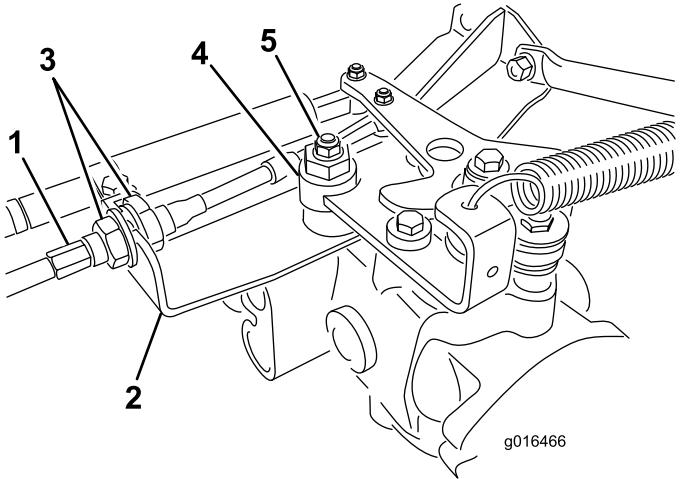

図 40
A. 走行ケーブルを油圧トランスミッションのバルクヘッドに取り付けているジャムナット図 40 を両方ともゆるめる。調整ができるよう、ジャムナットは十分に、また均等にゆるめること。
注 偏芯ナットをトランスミッション上部に止めているナット図 40 をゆるめる。
- 調整ができたら固定ナットを締める図 40。
- バルクヘッドのそれぞれの側から、ロックナットを均等に締め付けて、ケーブルを固定する図 40。ケーブルをねじらないように注意すること。